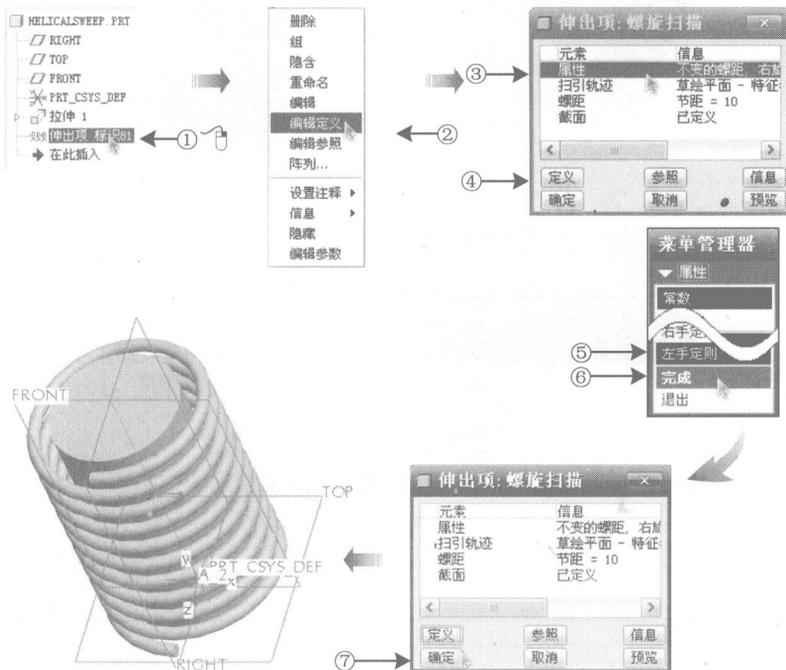
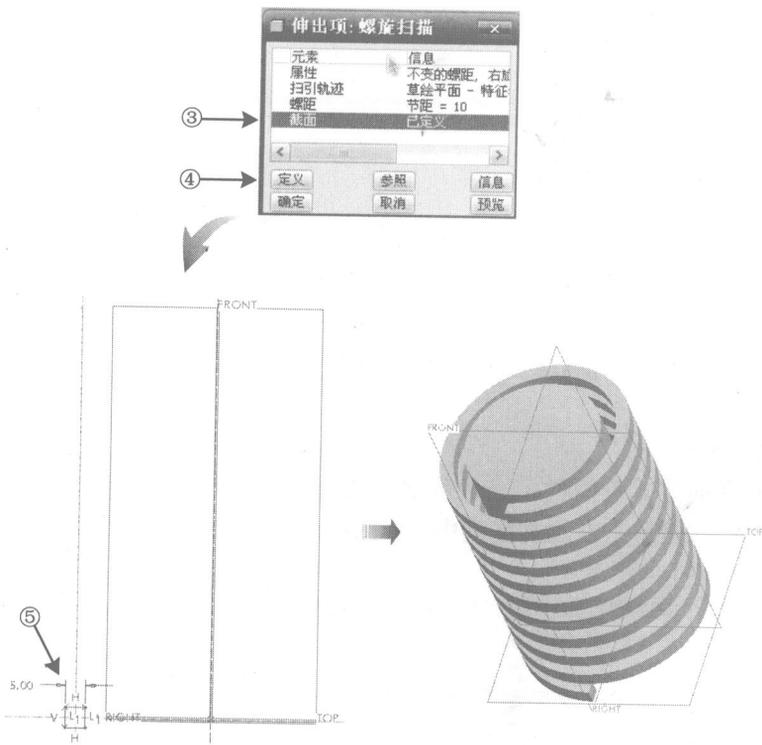

图 1-4 完成左旋的螺旋扫描修改
图 1-6 完成草绘轮廓修改
下面将介绍如何进行螺旋扫描的修改设定, 示范螺旋扫描旋向、螺距和扫描轮廓的修改。首先, 讲解如何修改螺旋扫描的旋向, 先在模型树内该特征处①单击鼠标右键→②选择编辑定义; 接着, 在窗口右上方会出现与前述进行设定相同的工具窗口→选择③属性 (Attribute) →单击④定义按钮→选择⑤左手定则→最后单击⑥完成按钮→⑦单击确定按钮即可完成, 如图 1-4 所示。
最后说明如何修改螺旋扫描的草绘轮廓。首先进行与图 1-4 的步骤中相同①~②; 接着→单击选择③截面 (Section) 选项→单击④定义按钮→即可进行⑤ 2D 草绘轮廓的修改; 确定草图完成后→依上述步骤⑥~⑦, 即可完成, 修改后效果如图 1-6 所示 (参考原零件, 可打开光盘文件 chapter1 for sample\helicalsweep.prt)。